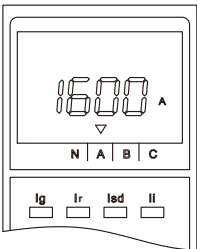

图66 A相电流显示界面
① 缺省状态：缺省状态即为测量状态，故障指示灯都灭，控制器处在无按键操作，显示最大电流。在缺省状态若按“→”，循环显示L1、L2、L3(LN)、Lg电流值。示例图见图66